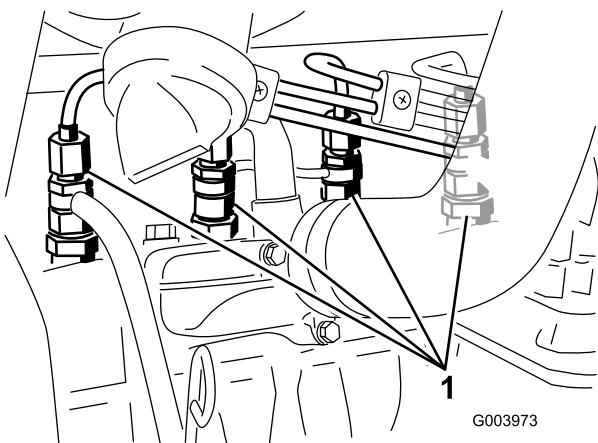

Рисунок 58
1. Ослабьте соединение трубы к соплу № 1 и держателю в сборе (Рисунок 58).